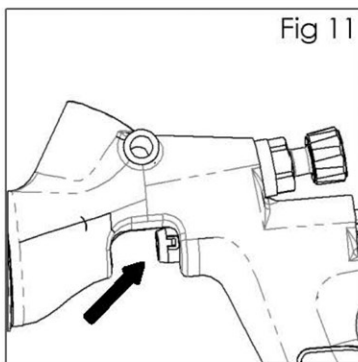

Fig 11
9. Poussez le joint avant (18) de la soupape d'air à l'aide du doigt. (Voir fig. 11).